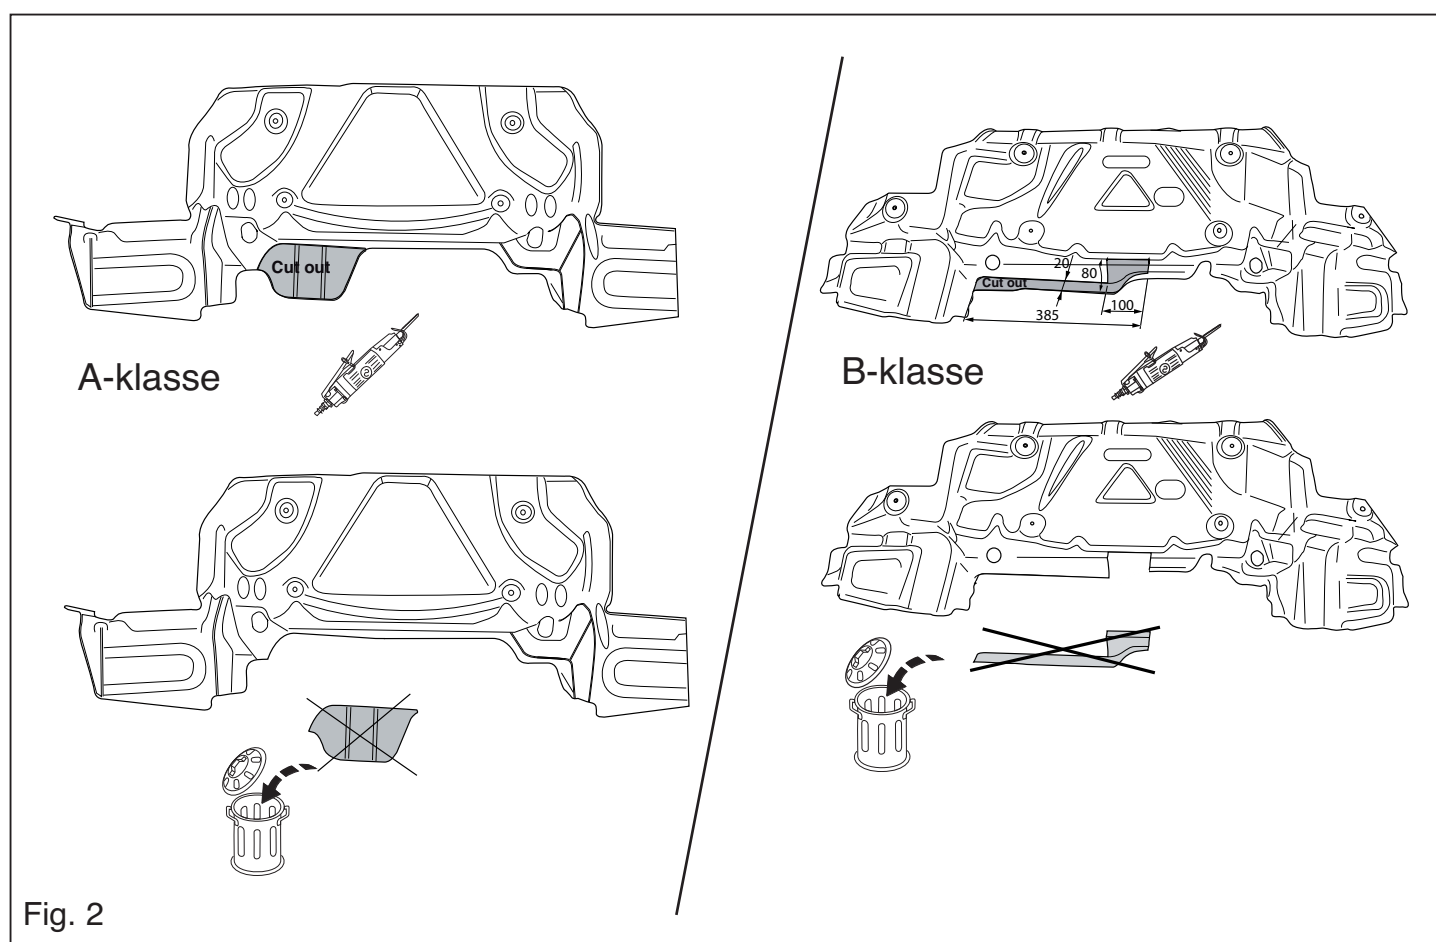

Fig. 2
8. Saw a portion out of the heat shield as shown in figure 2.
8. Découper un morceau du bouchier thermique conformément à la figure 2.
8. Выпилить часть из теплозащитного экрана, как указано на рис. 2.